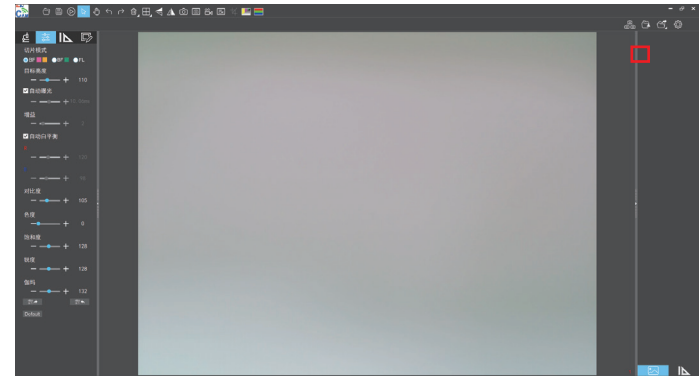

图1
- (1) 将支持5G WiFi IEEE802.11ac协议的Windows电脑或笔记本电脑接入跟相机同一个的局域网。
- (2) 在Windows电脑或笔记本电脑上安装并运行软件 KoPa Capture Pro。
- (3) 当局域网内只有一台网络相机的时候，软件可自动获取相机的实时动态视频。
- (4) 当同一局域网内有多台网络相机的时候，点击 KoPa Capture Pro 右上角图标 “”（下图1），列表自动显示当前局域网内所有相机（下图2），根据需要选择相机，支持随时中途切换。